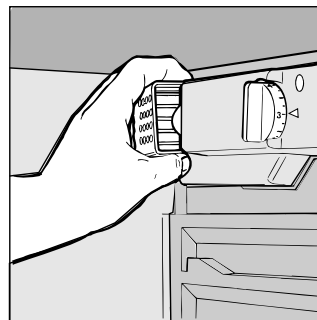

Abb. 2
- Wie tauscht man die Innenlampe aus? Den Stecker aus der Steckdose ziehen, oder den LS-Schalter ausschalten und die defekte Birne durch eine neue (max 15 Watt) ersetzen (Fig. 2).